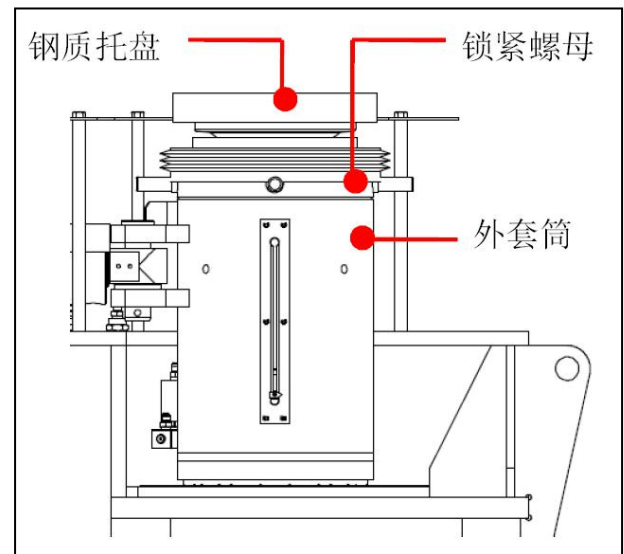

图 24、垂直调整油缸
- 8) 分段顶升至指定高度后，将机械螺母（见图 24）顺时针旋转锁紧。